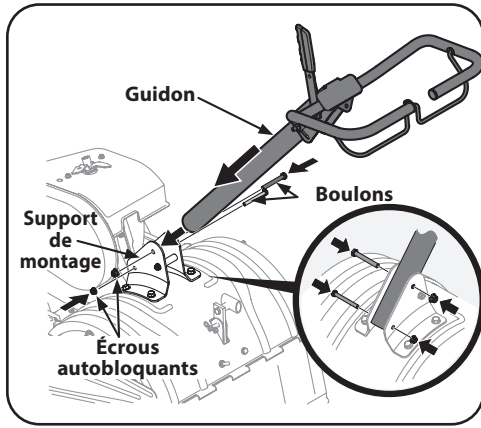

Figure 2-3
- Placez le guidon entre les supports. Voir Figure 2-3.